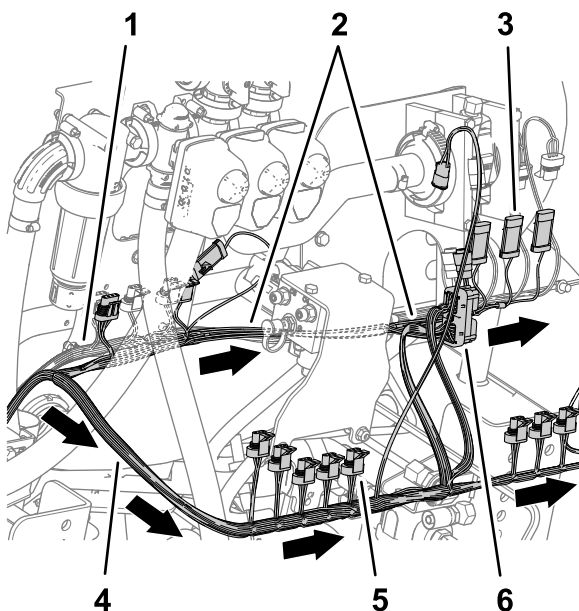

Figura 83
7. Nella parte posteriore della macchina, disponete la diramazione di 89 cm del cablaggio preassemblato davanti al collettore di sollevamento e a destra del flussometro, come illustrato nella Figura 83.
- Disponete la diramazione di 102 cm del cablaggio preassemblato dietro al collettore di sollevamento e a destra, come illustrato nella Figura 83.